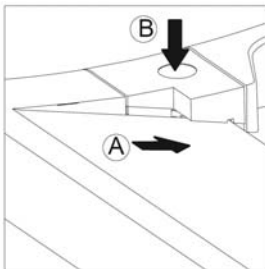

Fig. 9
- 1 Placez le document à couper dans l'arrondisseur d'angles (max. 1 feuille) (Fig. 9, A).
- 2 Appuyez sur le bouton d'exécution (Fig. 9, B).